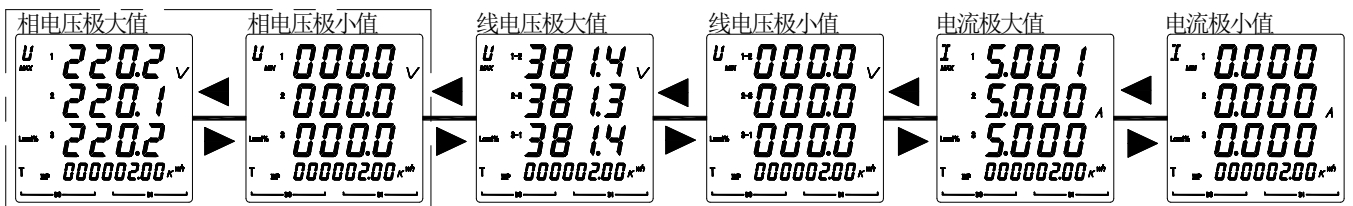

图 23
5.2.8 查看 DEMP-AC3-DXX-E 的极值参数步骤如图 23 所示